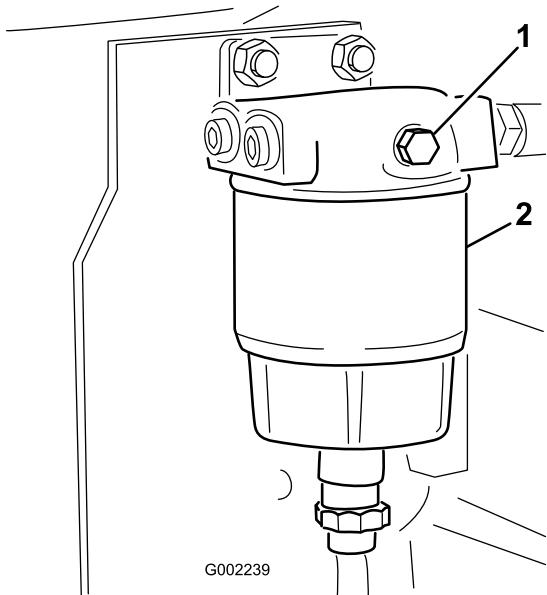

Figure 43
3. Ouvrez le bouchon d'aération sur le séparateur d'eau/carburant (Figure 43).